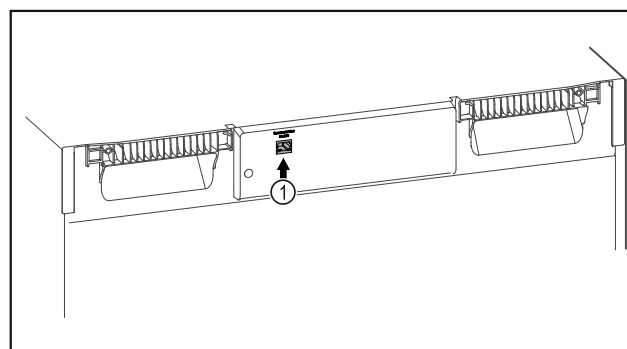

Fig. 136
- SmartModule Fig. 136 (1) er sat i.